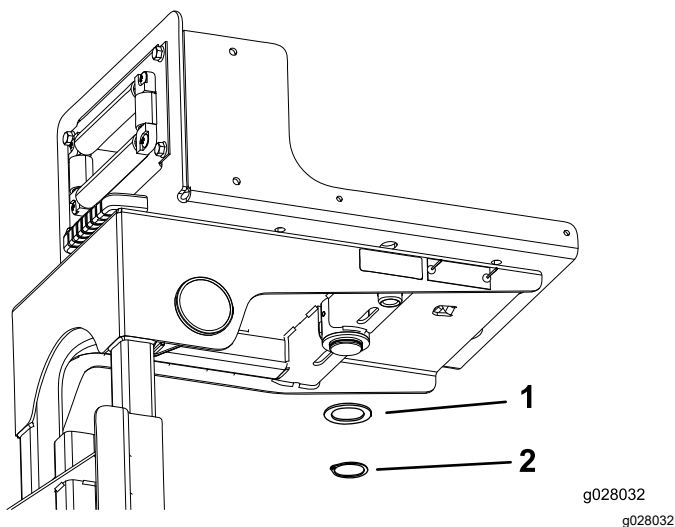

Figura 20
2. No lado inferior da estrutura do cilindro da tubagem, instale anilha de encosto e anel de retenção ao poste na placa articulada (Figura 20).